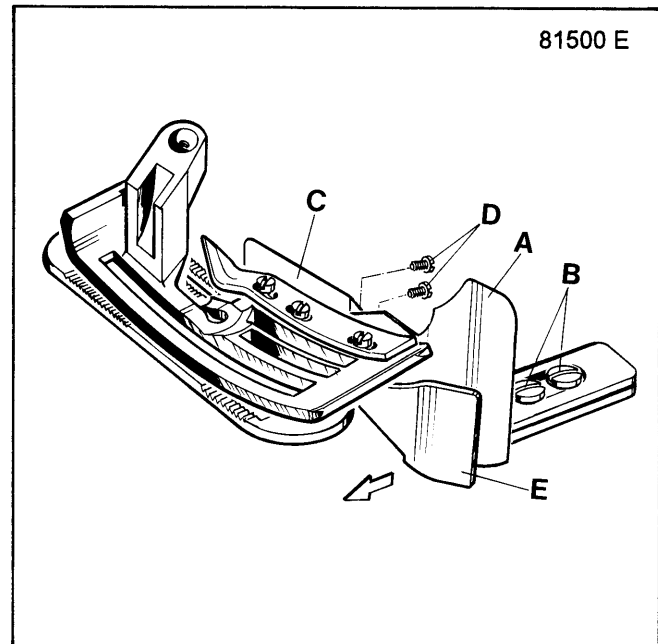

Fig. 6 A
For changing the seam width remove the three screws (F, Fig. 6) and interchange the presser foot tongue (G) with the presser foot tongue for the required seam width. Fasten the tongue with the three screws (F). Set the edge guide (A) laterally as close as possible to the presser foot tongue without contacting it.
Stellen Sie die Kantenführung (A, Fig. 6 und 6A) seitlich so dicht wie möglich an den Drückerfuß, ohne diesen zu berühren. Nach Lösen der beiden Schrauben (B) kann die Kantenführung (A) seitlich verschoben werden. Ziehen Sie die Schrauben wieder an.
Stellen Sie die Stichzunge (C, Fig. 6 und 6 A) so, daß der hintere Teil der Fadenschlinge über die Zunge auf das Nähgut gleitet, während der vordere Teil der Schlinge so lange zurückgehalten wird, bis die Nadel sicher in die Schlinge eingestochen hat. Nach Lösen der Schrauben (D) kann die Stichzunge (C) nach vorne oder hinten verschoben werden. Wird die Stichzunge nach hinten verschoben, wird der vordere Teil der Fadenschlinge länger zurückgehalten. Ziehen Sie die Schrauben (D) wieder an.
Stellen Sie die einstellbare Kantenführung (E, Fig. 6 A) soweit nach links, daß die Kanten der zusammengenähten Stoffbahnen stumpf aneinanderliegen, wenn die Naht aufgeklappt wird!